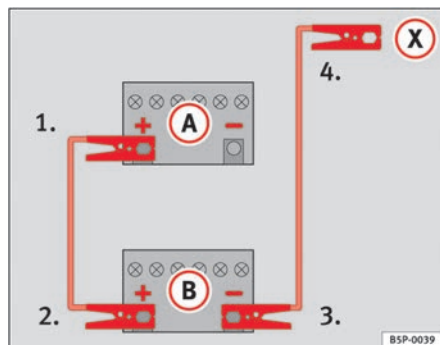

Abb. 225 Schema für das Anklemmen der Starthilfekabel
In der ⇒ Abb. 225 ist (A) die entladene Batterie und (B) die stromgebende Batterie.
- 1. Klemmen Sie ein Ende des roten Starthilfekabels an den Pluspol ⇒ Abb. 225 (+) des Fahrzeugs mit der entladene Batterie ⇒ ⚠.
- 4. Klemmen Sie das andere Ende des schwarzen Starthilfekabels (X) beim Fahrzeug mit der entladene Batterie an ein massives, fest mit dem Motorblock verschraubtes Metallteil oder an den Motorblock selbst an, jedoch nicht in der Nähe der Batterie ⇒ ⚠.